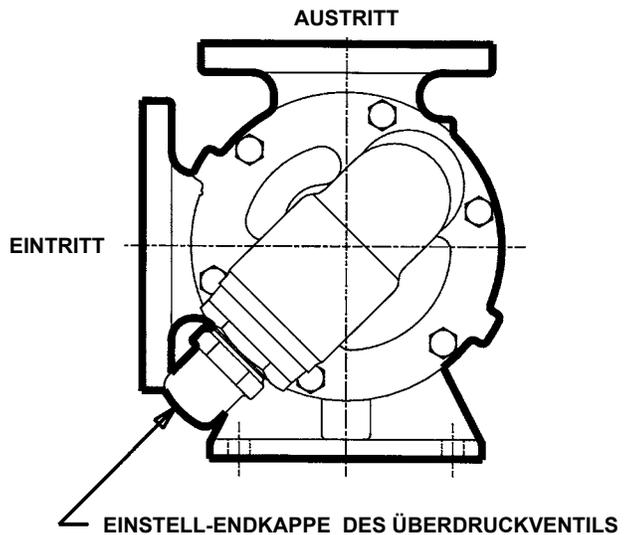

ABBILDUNG 3
3. Die Einstellkappe des Überdruckventils muß immer in Richtung der Eintrittsseite der Pumpe zeigen. Bei Umkehrung der Drehrichtung muß das Überdruckventil ausgebaut und umgedreht werden. (Lesen Sie zuerst die Angaben zu weiteren Arbeitsschritten in Pumpenrotation auf Seite 10). Siehe **Abbildung 3**.